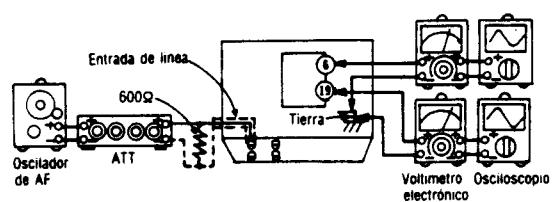

Fig. 10
1. La conexión del equipo de prueba se muestra en la Fig. 10.
3. Ajustar mediante atenuador de manera que la salida entre terminal ⑥ (CH-I) {terminal ⑪ (CH-D)} de IC401 y tierra sea 12,3mV.